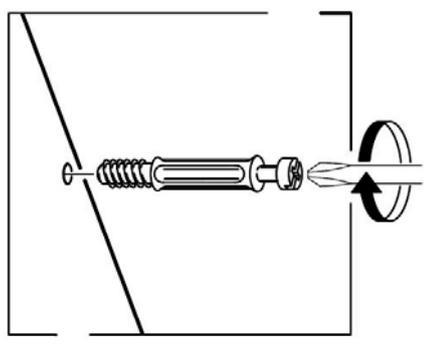
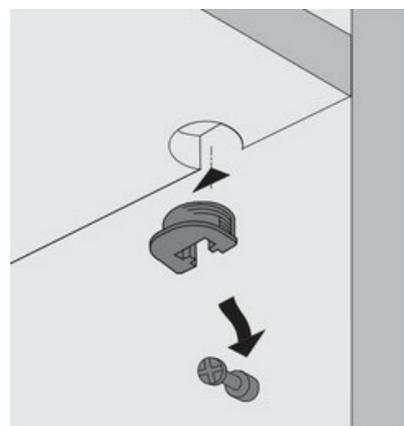

Рис. 1
Рис. 2
1. В верхний щит (94), горизонтальный щит (7), нижний щит (95), планку цокольную (98) в имеющиеся отверстия установить эксцентрики, таким образом, чтобы стрелка была повернута в сторону отверстия в торце.
В установленные муфты эксцентриковых стяжек на боковых стенках (1), (93), нижнем щите (95) ввернуть дюбели DU 644, в соседние отверстия установить шканты (рис.1).
2. Установить монтажные планки петель на боковые стенки (1) и (93) с помощью комплектных винтов.
3. При необходимости установить штоки полкодержателей в желаемый ряд отверстий на боковых стенках (1), (93). На полки (96) установить врезные полкодержатели (рис.2).
4. При необходимости на горизонтальный щит (7) установить выдвижную штангу с помощью шурупов 3,5x13мм.
6. Установить опоры на боковые стенки (1) и (93) с помощью шурупов 3,5x13мм.
7. К нижнему щиту (95) присоединить цокольную планку (98) так, чтобы дюбели вошли в предназначенные для них отверстия. Затянуть эксцентрики, повернув их на 180 градусов.
8. К боковой стенке (1) присоединить верхний щит (94), горизонтальный щит (7) и нижний щит (95) с помощью эксцентриковых стяжек и конфирмат-винтов. С другой стороны аналогичным образом присоединить боковую стенку (93). Затянуть эксцентрики, повернув их на 180 градусов.
9. Установить переднюю цокольную планку (97), закрепив ее к боковым стенкам конфирмат-винтами.
12. Сверху присоединить крышку (100) с помощью винтов М6x30мм.